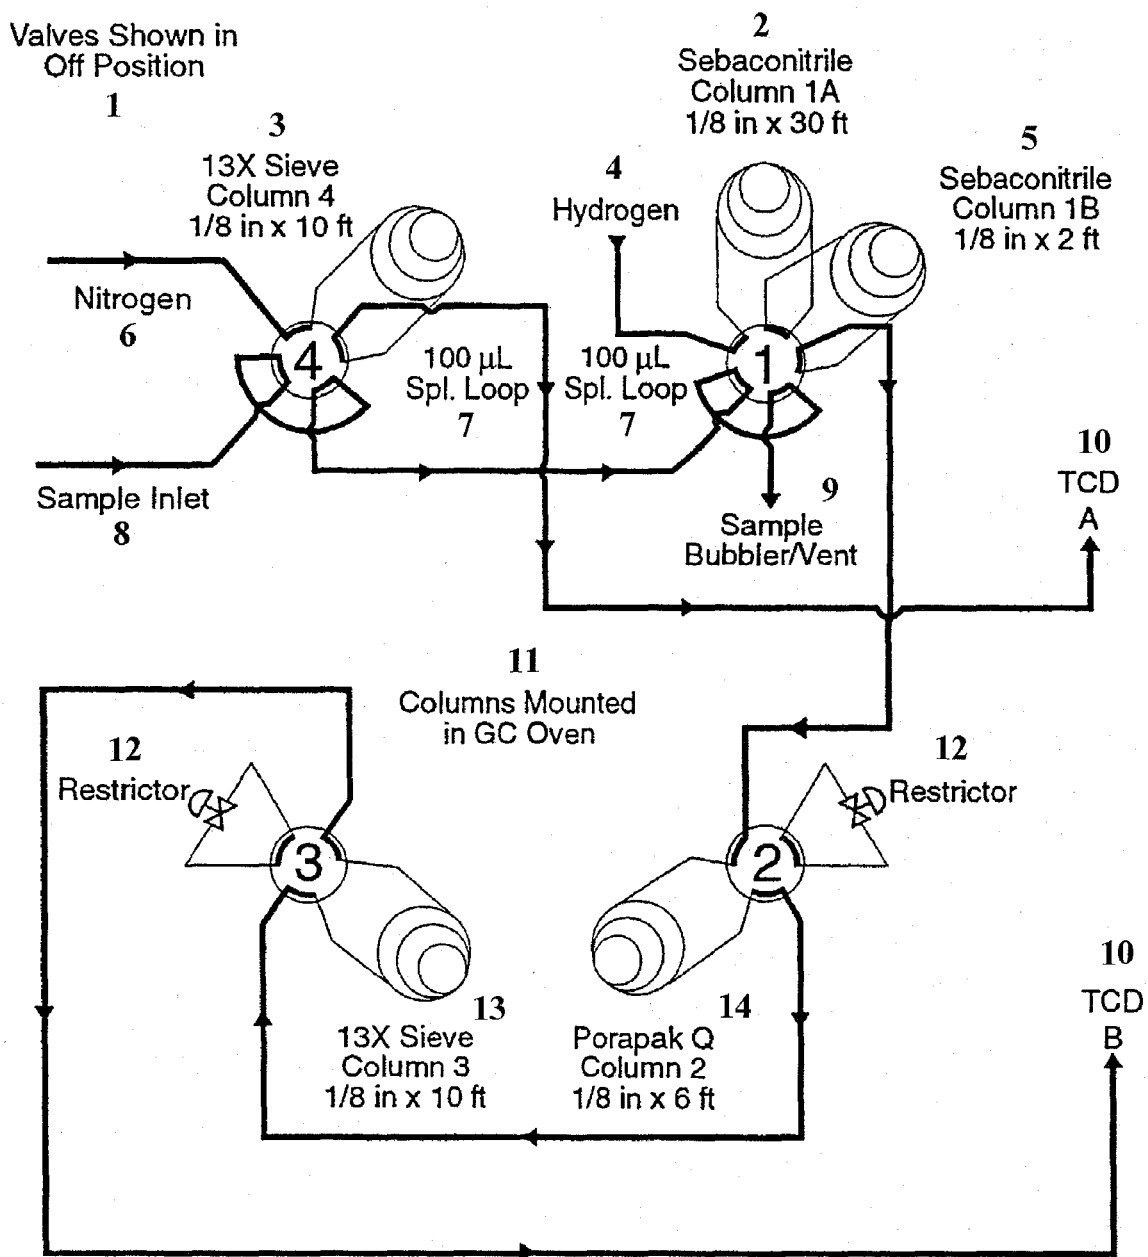

Рис. 1 Конфигурация прибора и диаграмма потоков
3. Подсоедините цилиндр проб или калибровочной смеси к вводу пробы (Рис.1) и прочистите «петли» проб тем газом, который вы будете анализировать.